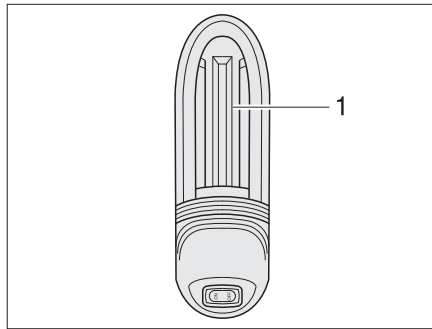

Fig. 286 Lampe de garage
- Pousser le cache de luminaire (Fig. 286,1) vers le haut et l'enlever.